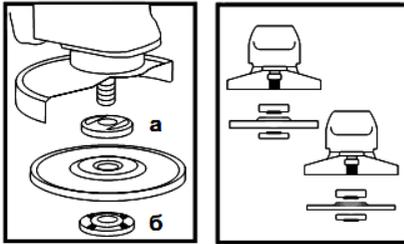

Рисунок 2
5.4 Встановіть на виріб шліфувальний або відрізний круг. Для цього натисніть на кнопку фіксації шпинделя (1) і поверніть шпиндель до такого положення, при якому він зафіксується. За допомогою вилочного ключа з комплекту виробу відверніть і зніміть затискну гайку (б) (дивіться рисунок 2). Встановіть шліфувальний диск на посадкове місце фланцевої шайби (а) (рисунок 2), наживить рукою затискну гайку на шпиндель і затягніть її ключем з комплекту виробу. Відпустіть кнопку фіксації шпинделя і переконайтеся в тому, що кнопка звільнена, через дво- або триразове натискання. Проверніть диск і переконайтеся, що шпиндель розблокований.